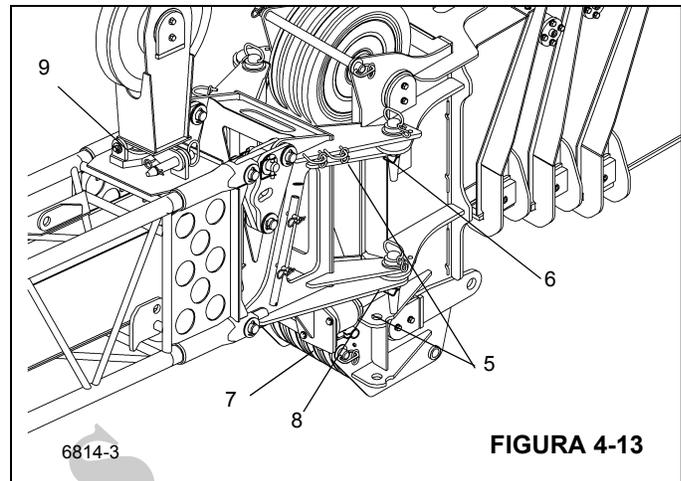

FIGURA 4-13
8. Levante e/ou abaixe ligeiramente a lança para ajudar a controlar sua extensão. Usando o cabo preso na ponta da extensão da lança, gire manualmente a extensão no lugar à frente da extremidade da lança, engatando as conexões de fixação (5) nas conexões de fixação no lado esquerdo da extremidade da lança. (Figura 4-13)
9. Instale o pino de fixação do lado esquerdo superior (6) e o grampo de retenção nas conexões de fixação e ancoragem superiores da extremidade da lança. (Figura 4-13)
10. Estenda o macaco de alinhamento da extensão da lança (7) até que a extremidade esquerda inferior da lança e os olhais do adaptador da extensão da lança fiquem alinhados.
11. Instale o pino de fixação do lado esquerdo inferior (8) e o grampo de retenção nas conexões de ancoragem e fixação inferiores da extremidade da lança.
13. Libere a pressão do macaco de alinhamento da extensão da lança (7). (Figura 4-13)
14. Instale o conjunto do mastro (9) na posição vertical usando o contrapino.
4. Remova o pino de retenção do conjunto do mastro e o pino que fixa o conjunto do mastro na posição vertical (9). (Figura 4-13) Coloque o conjunto do mastro na posição de armazenamento. Insira os pinos que fixam o mastro na seção da base.
10. Estenda o macaco de alinhamento da extensão da lança (7) (Figura 4-13) até que o pino de fixação do lado esquerdo inferior (8) se solte. Remova o pino do grampo e o pino de fixação da extensão da lança lateral esquerda inferior.
12. Remova o pino de fixação do lado esquerdo superior (6) e o pino com grampo das conexões de fixação e ancoragem superiores da extremidade da lança.